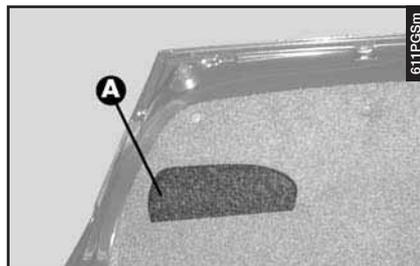
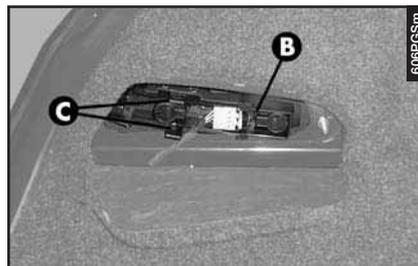

fig. 56
fig. 57
– Abbassare lo sportellino (**A-fig. 56**) del rivestimento cofano bagagliaio in corrispondenza della luce interessata ed estrarre il gruppo portalampade (**B-fig. 57**) agendo sulle linguette di ritegno (**C**).
– Reinsediare il gruppo portalampade fissandolo correttamente in posizione mediante le linguette di ritegno (**C-fig. 57**).